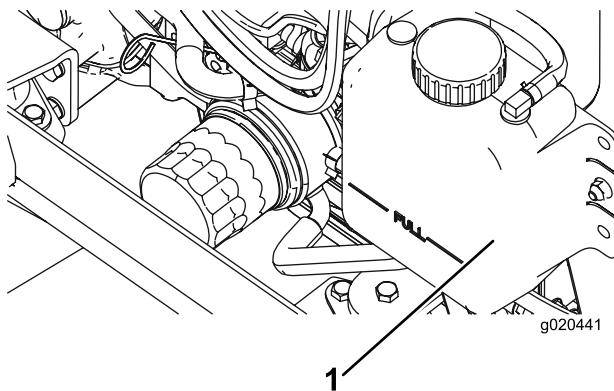

Figura 111
- Retire cuidadosamente el tapón del radiador y el tapón del depósito de expansión (Figura 111).